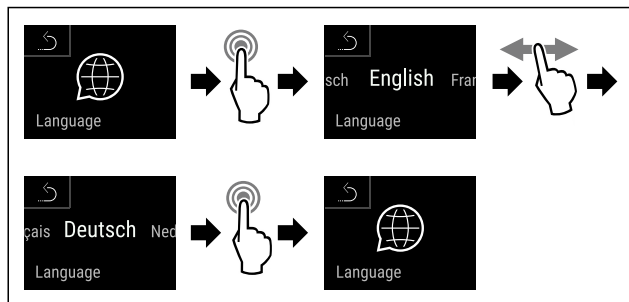

Fig. 105
- Stappen (zie Fig. 105) uitvoeren.